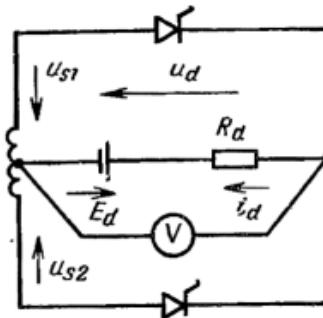

Рисунок 6 – Управляемый выпрямитель со схемой 1Φ1Н2П, работающий на нагрузку, представленную противо-ЭДС E_d и резистором R_d
13. . Определите напряжение, показываемое вольтметром в схеме на рис. 6, если $U_s=U_{s1}=U_{s2}=100$ В, $E_d=70,5$ В и а) $\alpha=0^\circ$, б) $\alpha=90^\circ$. Ширина импульса равна 60° . Применен вольтметр электродинамической системы. Трансформатор и вентили идеальные.